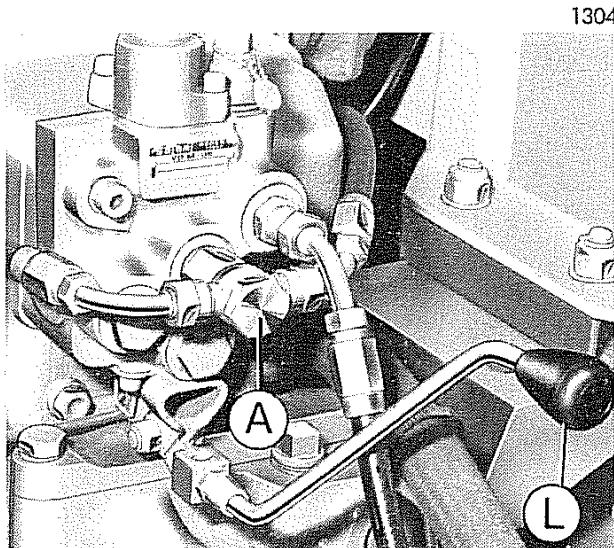

Fig. 7 - Collegamento impianto idraulico
- A macchina ferma, con i bracci del sollevatore della Trattrice completamente abbassati per permettere l'annullamento della pressione dello olio nell'impianto idraulico, togliere la vite forata **A** (fig. 7).
Agire poi sulla leva del distributore **L** (fig. 7) spostandola verso l'alto, in questo modo si alzeranno prima i bracci di sollevamento della trattice poi il cassone del rimorchio il quale, una volta raggiunto l'inclinazione desiderata, può essere bloccato in tale posizione abbandonando la suddetta leva **L**.